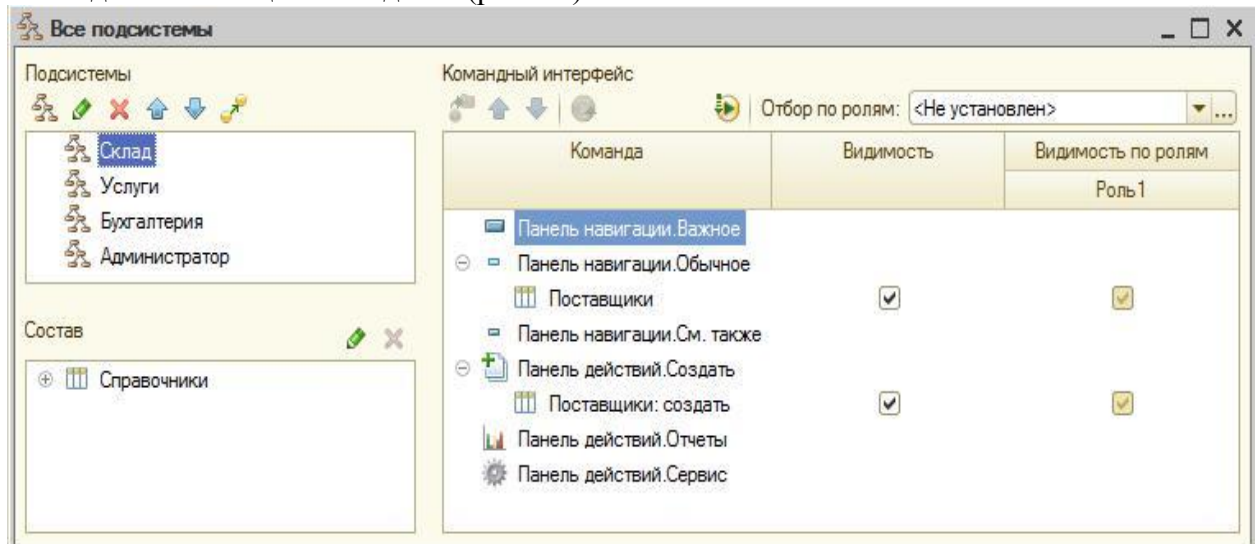

Рис. 22
■ для удобства добавления новых элементов в справочник, полезно вывести на панель действий команду «Создать». Возвращаемся в конфигуратор и, в контекстном меню ветви «Подсистемы», в подсистеме «Склад» устанавливаем флаг видимости команды «Поставщики: создать» (рис. 22)